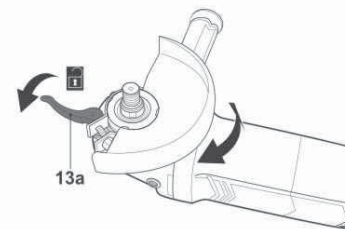

Fig. 9
- > Faites pivoter le carter jusqu'à la position désirée (Fig. 9).